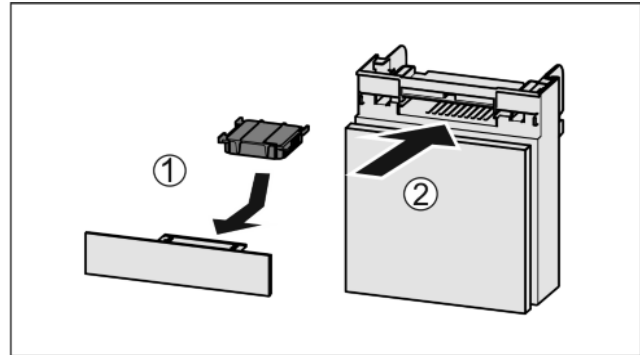

Fig. 42
- ▶ Inserire il vano Fig. 42 (2).